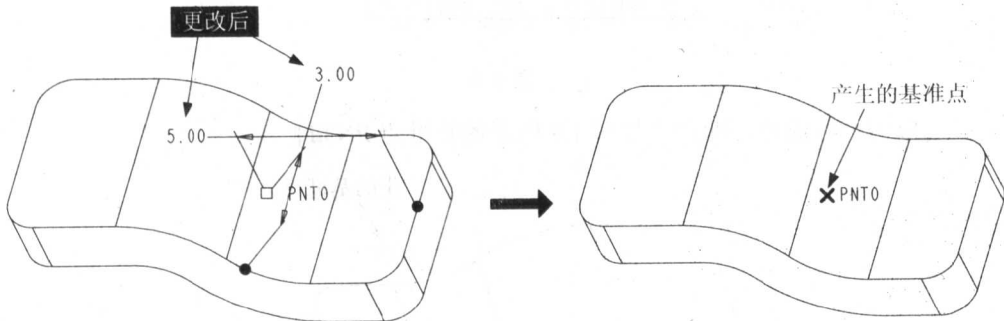

图 1.6
- [在画面上将基准点 PNT0 的定位尺寸修改如下——前后定位尺寸: 3, 左右定位尺寸: 5(见图 1.6 左侧)]